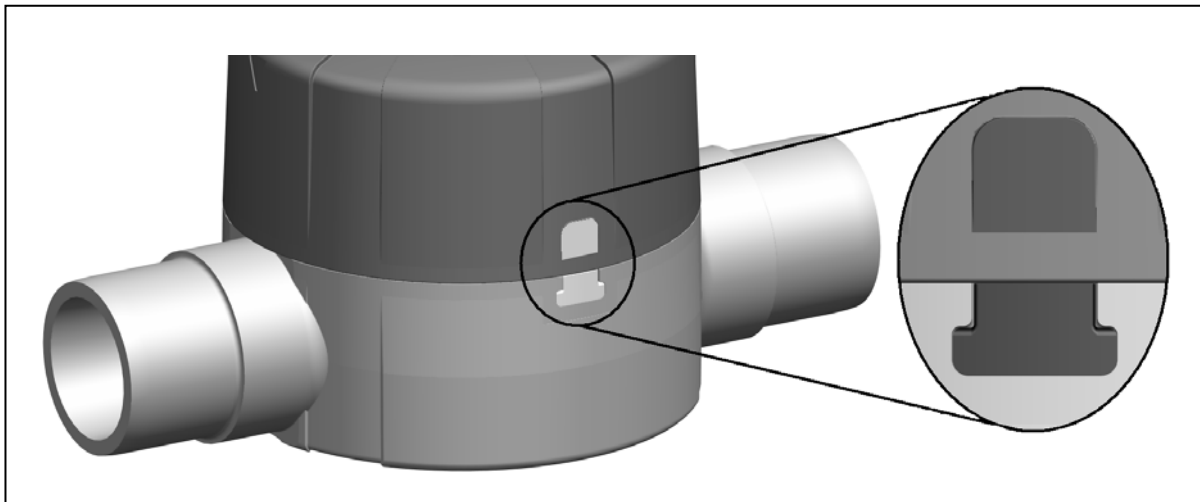

Fig. 16
- que l'indicateur de position indicateur en demi-cercle s'aligne avec le verrou à friction, voir Fig. 16